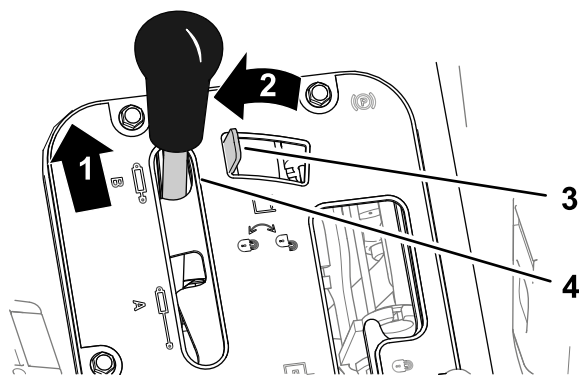

Рисунок 36
1. Нажмите вперед на рычаг гидравлического подъема (Рисунок 36).
2. Переведите рычаг блокировки гидромеханизма подъема влево, чтобы включить блокировку (Рисунок 36).